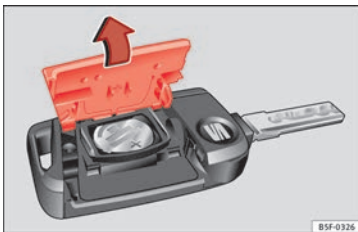

Fig. 132 Clé du véhicule : ouvrez le cache du logement des piles.
- Retirez le couvercle de la partie arrière de la clé du véhicule » fig. 132 dans le sens de la flèche » ⚠.
- Placez le couvercle comme indiqué » fig. 132, et appuyez-le sur le boîtier de la